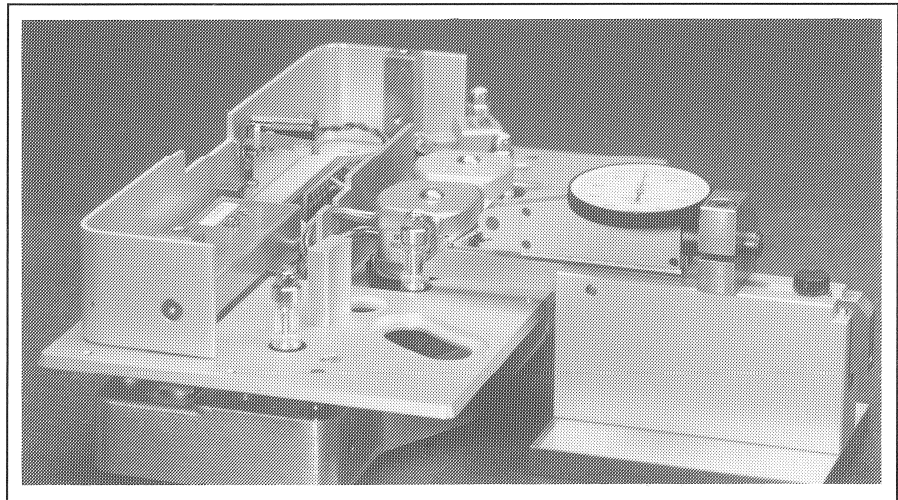

Fig. 3.4.48 Messen der Bandführungs-Einstellung.
- Den Messschnabel durch Drücken auf den schwarzen Knopf anheben und zwischen die Führungsscheiben fahren. (Fig. 3.4.48)